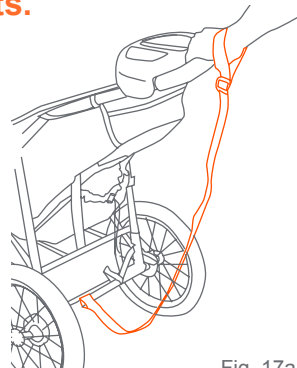

Fig. 17a
- **DRAGONNE DE SÉCURITÉ :** Toujours attacher au poignet la sangle de sécurité en faisant du jogging. Cette sangle retiendra la Poussette, dans le cas où vous tombez à la course (Fig. 17a). La sangle de sécurité doit toujours être connectée à l'arrière du